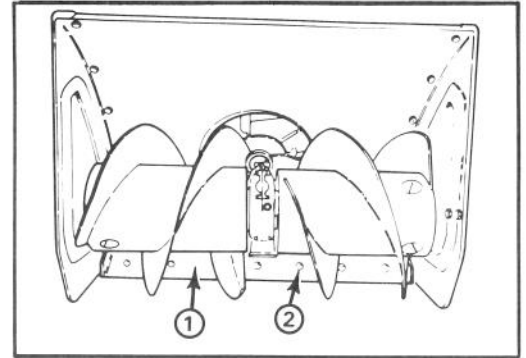

Figure 19
3. Desserrez ensuite les 6 boulons de carrosserie fixant la lame racleuse au logement (fig. 19).